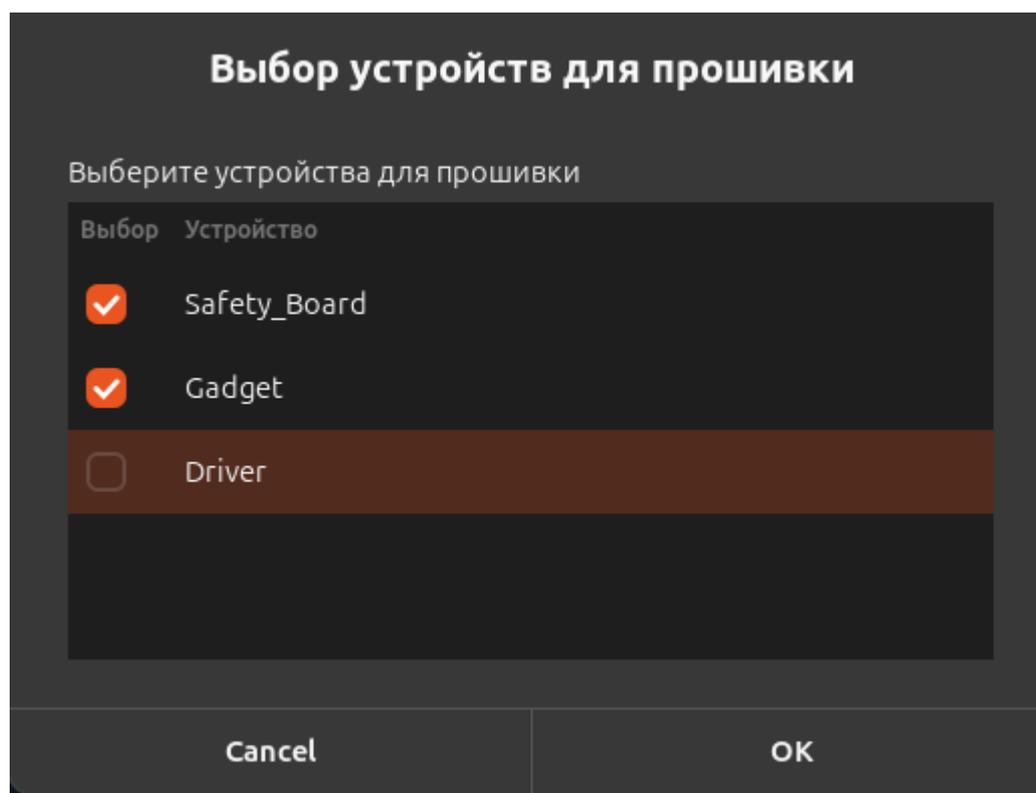

Рисунок II-32 – Диалоговое окно для выбора устройства для прошивки
- 1) Выберите «Обновление прошивки» и нажмите «ОК». Отобразится диалоговое окно для выбора устройства для прошивки (см. Рисунок II-32).